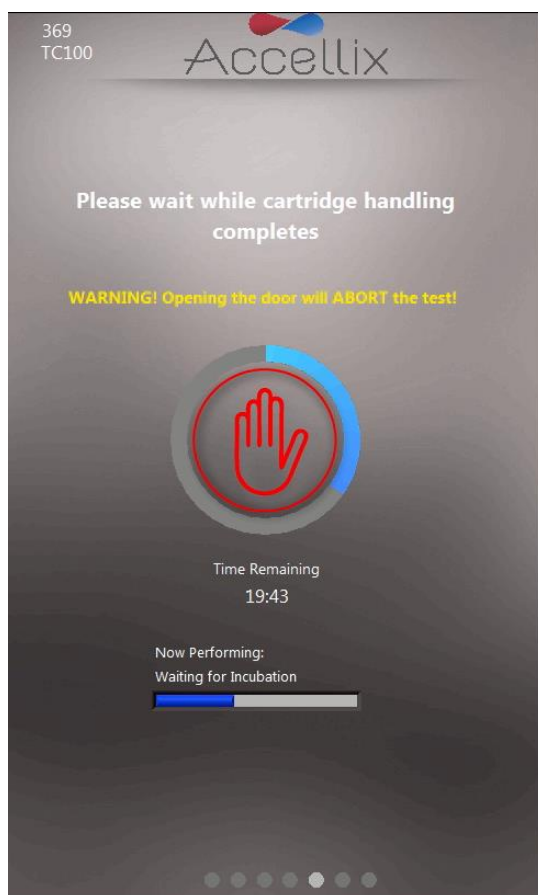

Figure 39 : écran Indicateur de progression et temps restant
- L'écran **Progress** (Progression) (Figure 39) affiche un indicateur de progression et un compte à rebours **Time Remaining** (Temps restant). L'utilisateur peut surveiller la progression du test et le temps restant approximatif.
**Remarque** : pour arrêter un test en cours, l'utilisateur peut appuyer sur **Stop** (Arrêter), c'est-à-dire la main rouge au centre de l'indicateur de progression (voir la Figure 39). Consultez la section **13.3 Interrompre une procédure de test**.
L'icône **Abort** (Annuler) peut vous permettre de mettre fin à une procédure de test (Figure 39).